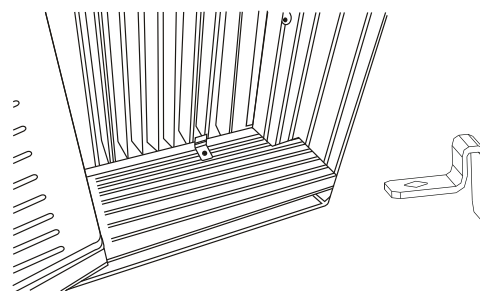

Fig.18C
3. Fixez les cadres de verrouillage sur le rebord de la fenêtre en utilisant deux vis de 3/4" (19mm) (Fig. 18C) (sur certains modèles)